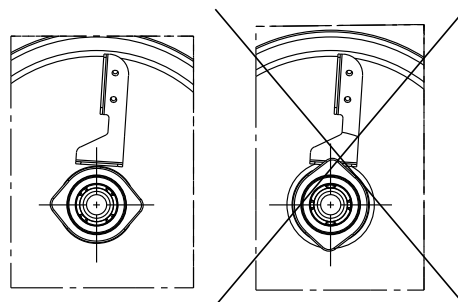

Fig. 23 Montaje de la junta tórica en la parte fija del cierre mecánico (sólo SiC/SiC).
3. Empujar la parte fija del cierre. Ver fig. 23.